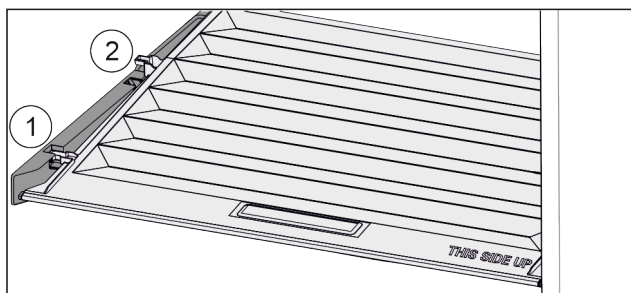

Fig. 90
- ▶ Кришку до отвору в деталях для підтримки потягнути вперед Fig. 90 (1).
- ▶ Підняти ззаду знизу та вийняти Fig. 90 (2) вгору.